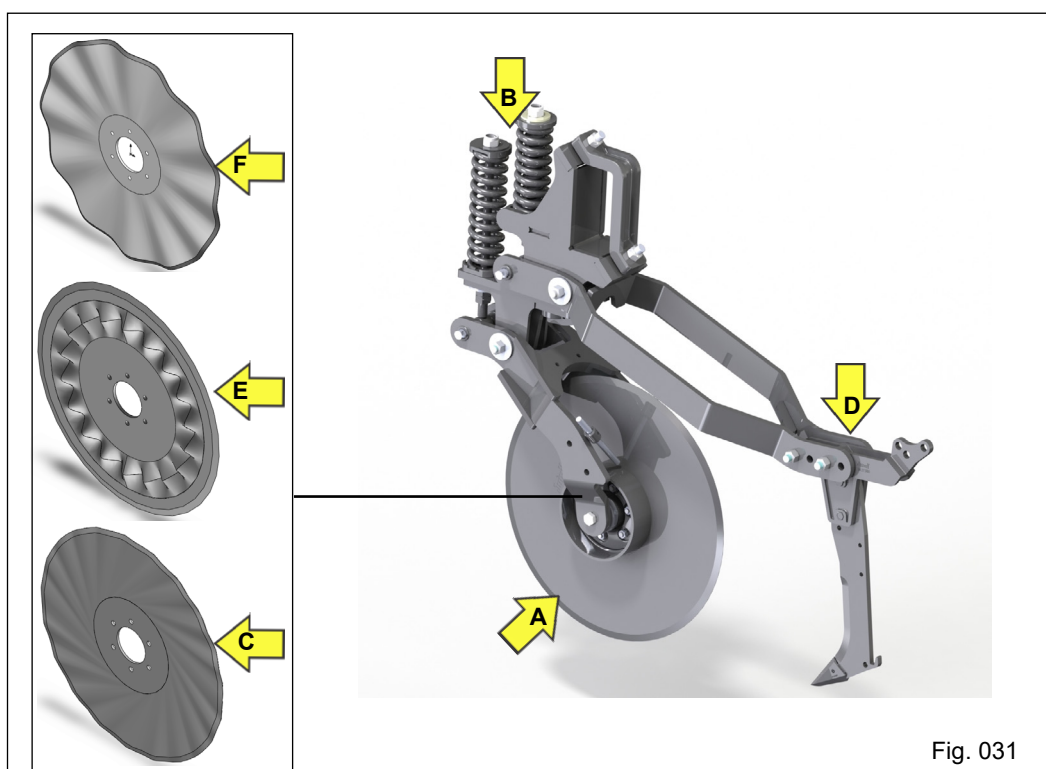

Fig. 031
- **Disco de corte:** padrão montado com disco de corte liso de 22 polegadas, possui mancal especial de rolamentos fixos e sistema de vedação desenvolvido para evitar a entrada de intempéries (“A” Fig. 031). São fornecidos como opcionais de discos de cortes: Liso de 22 polegadas, Ondulado de 22 polegadas “F”, Ranhurado de 22 polegadas “E” e Turbo de 22 polegadas “C”.
- **Haste reguladora de pressão:** Duas hastes com mola e munhão para regulagem da pressão das unidades sobre o solo (“B” Fig. 031);
- **Sulcador:** Desenvolvido para movimentar o solo o mínimo possível e exigir menor esforço de tração e penetração (“D” Fig. 031). É opcional para montagem no lugar do disco duplo;